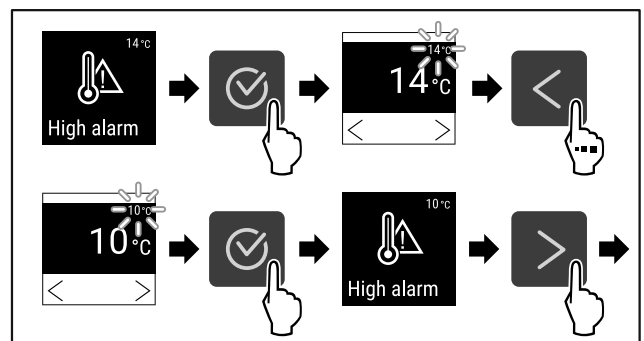

Fig. 107
- ▶ Hajtsa végre a művelet lépéseit (lásd Fig. 107).